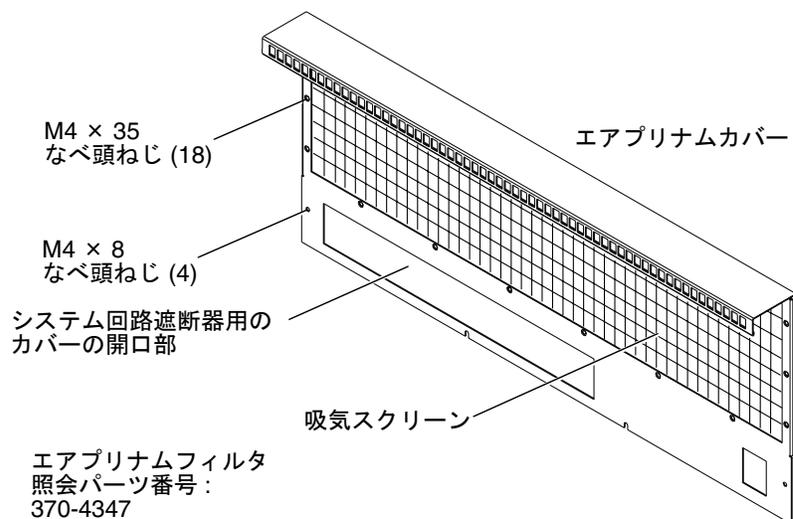

図 2-19 エアプリナムカバー
3. 吸気スクリーンの上部および両側、下部から 18 本の M4×35 なべ頭ねじを外して、エアプリナムカバーを取り外します (図 2-19)。